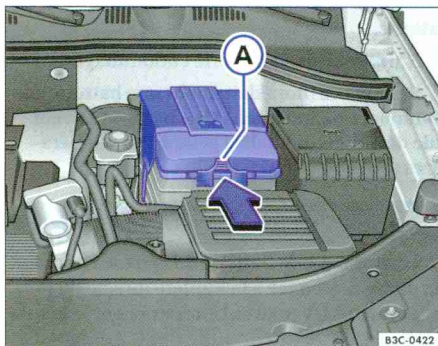

Fig. 164 Dans le compartiment-moteur : dépose du cache de la batterie du véhicule.
- *Dans le cas d'un cache* : Appuyez sur la languette ⇒ page 262, fig. 164 (A) dans le sens de la flèche et retirez le cache par le haut.